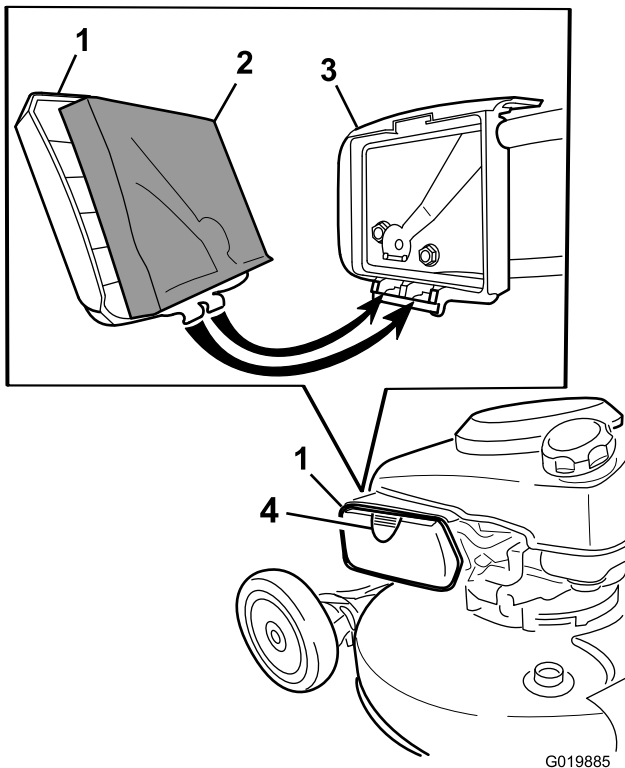

Figura 16
2. Presione el botón de la tapa del limpiador de aire (Figura 16) y abra la tapa.